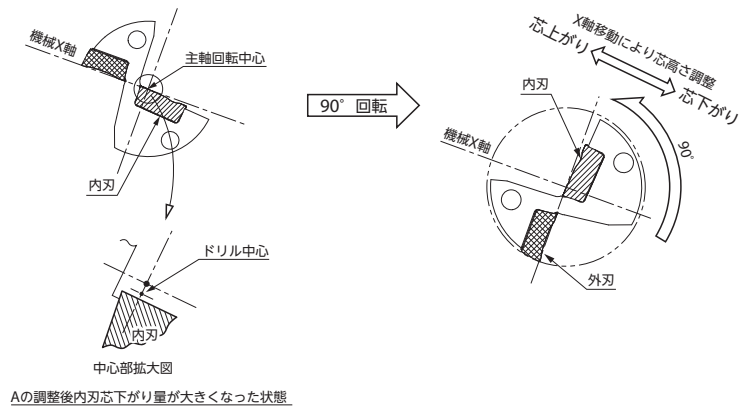

図9
B.上記の調整後加工してコア径が大きくなり過ぎる場合、図9の右図のようにドリル本体を90°回転させて外刃を下側に取付け、機械X軸の移動により、芯高さの調整を行ってください(但し、加工径調整(オフセット)は出来なくなる) 尚、図と逆方向(外刃を上側)に取付けると、加工径が小さくなり、ホルダ本体が穴と干渉する場合がありますので、ご注意ください 根本的には、ターレット本体の芯ずれを調整する必要があります